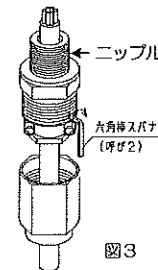

図3
④ニップルにグラウンドをねじ込み、パッキンを圧縮します。ケーブル径によって異なりますが、パッキン締付けの基準としては、パッキン内径とケーブル外径とが一致した点（ケーブルを軽く引っ張り、ケーブルが動かない点）からさらに1回転グラウンドをねじ込んでください。この時クランプ板が取付けにくい位置にきた場合は、グラウンドをその位置から±1/3回転の範囲で調整してください。そして、緩めておいたグラウンド緩み止めねじをねじ込んで下さい。（図3）